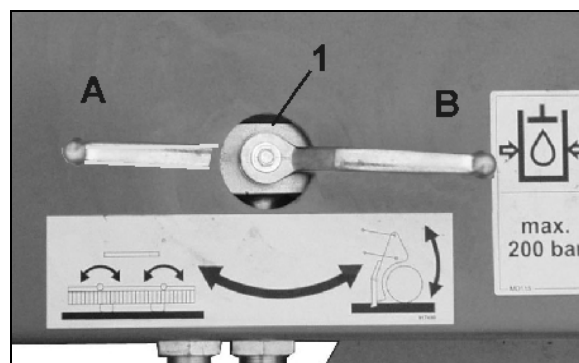

Рис. 118
2. DMC 602: Перевести запорный кран (Рис. 118/1) в положение **A**
4. Перевести запорный кран (Рис. 118/1) в положение **B**.
- Держите шаровой кран (Рис. 118/1) в положении **B**,